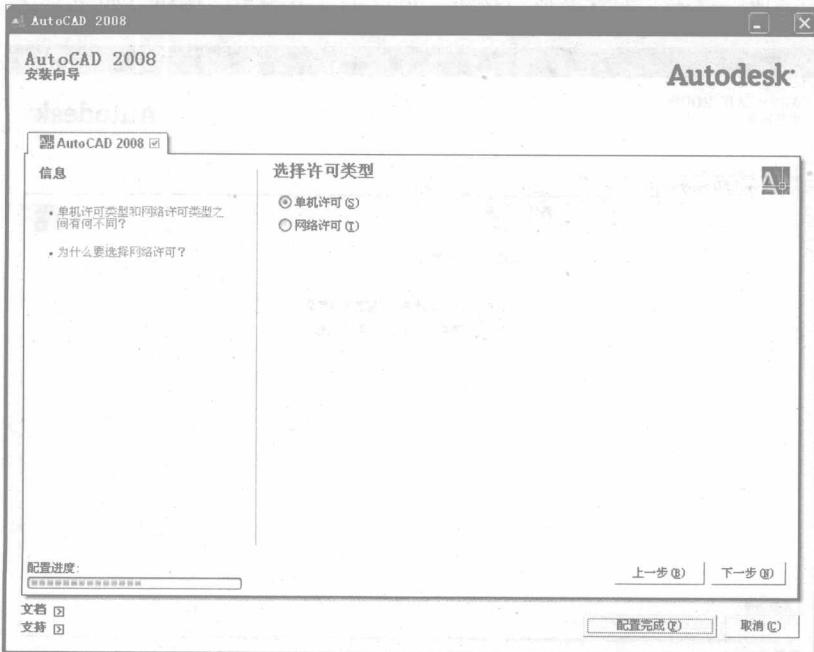

图 1-2-8
(9) 在对话框中点击“下一步”按钮，如图 1-2-8 所示。